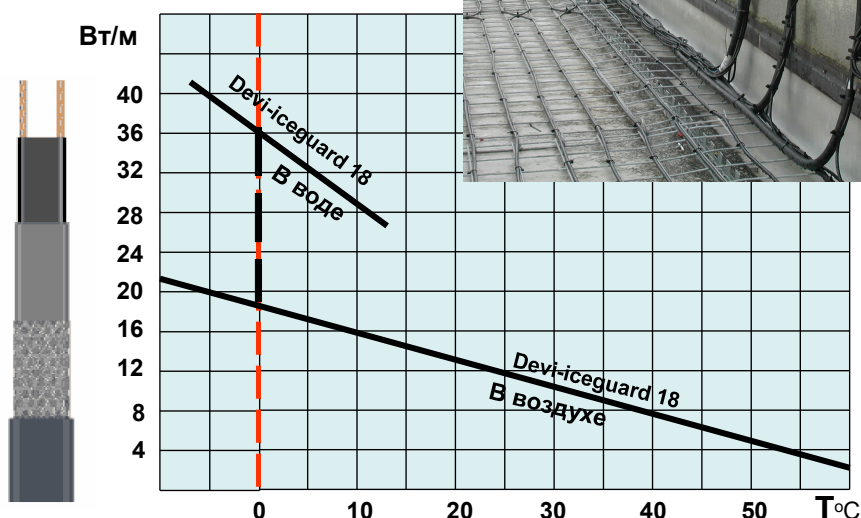

Рис.5. Теплоотдача нагревательного кабеля **Devi-Iceguard™** в воздухе и в воде.
- Выбрать способ расположения нагревательного кабеля: внутри трубы или снаружи. При этом выбираются кабели типов **Devi-Pipeguard™**, **Devi-Pipeheat™**, **Devi-Hotwatt™**. При выборе нагревательных кабелей необходимо учитывать, что в воде (внутри трубы) мощность теплоотдачи саморегулирующихся кабелей возрастает примерно в 2 раза по сравнению с «сухим» кабелем (см. рис.5).
При решении противообледенительных задач на крыше преимущество саморегулирующихся кабелей по сравнению с резистивными заключается в зависимости их теплоотдачи от температуры и состояния внешней среды. При повышении температуры тепловыделение саморегулирующихся кабелей снижается. Кроме того, в мокром состоянии теплоотдача саморегулирующихся кабелей возрастает приблизительно в 2 раза по сравнению с сухими кабелями при той же внешней температуре (см. рис.5 и 7). Всё это приводит к более экономичной эксплуатации антиобледенительных систем, учитывая, что отдельные участки нагревательного кабеля могут находиться в талой воде, в то время как другие будут сухие.